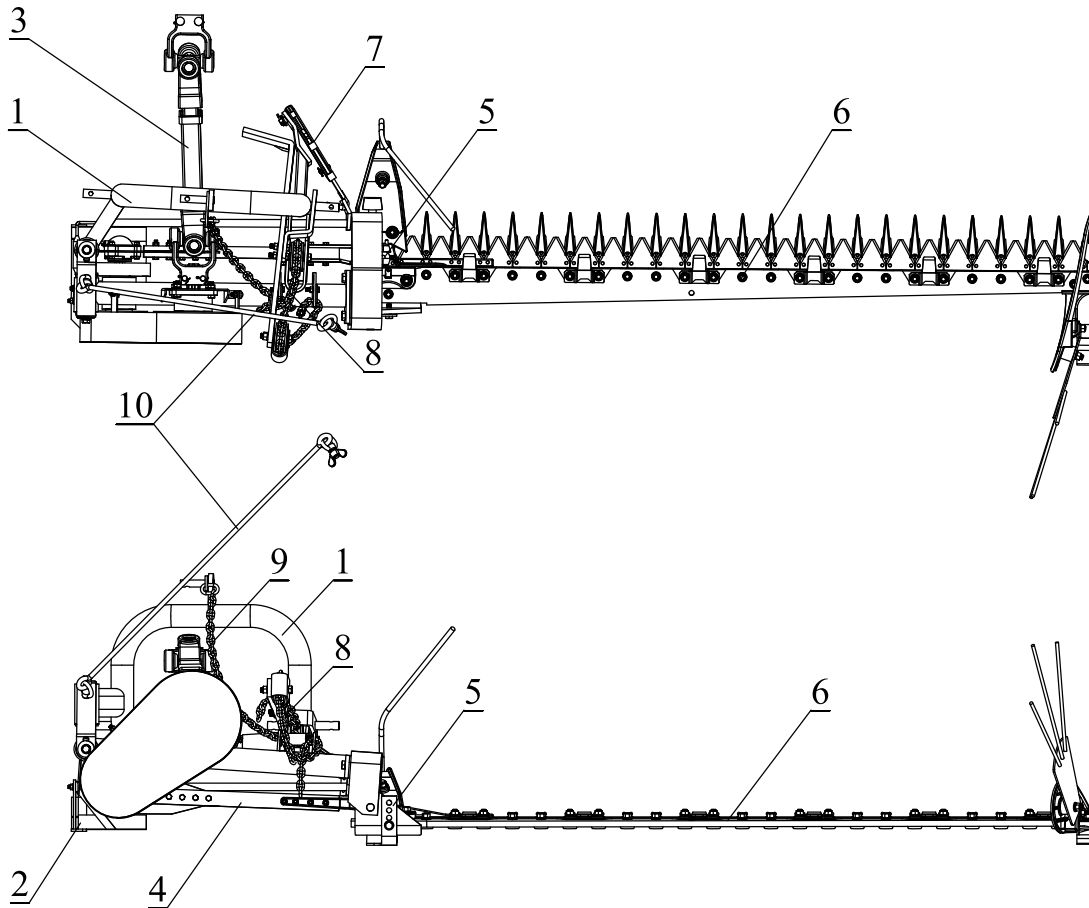
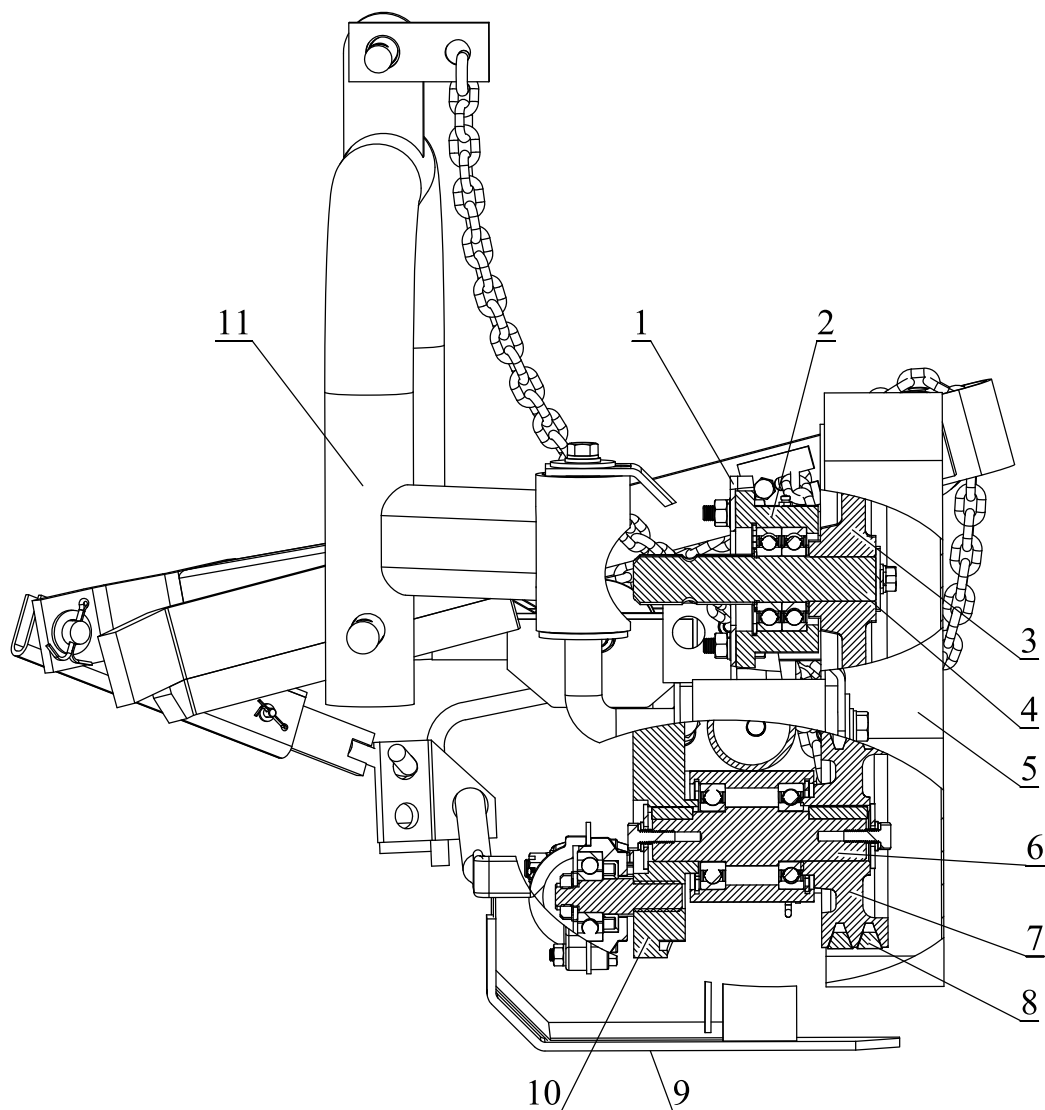

Рис. 1. Общий вид косилки.
Рис. 2. Рама с приводом.
Косилка СКАУТ 9G (рис. 1) состоит из рамы с приводом (1), режущего аппарата (6), цепи и механизма подъема (8), цепи рабочего положения (9), тяговой штанги (7), шатуна (4), карданной передачи (3), защиты эксцентрика (2), распорки (7) и транспортного прута (10).
Рама с приводом (рис. 2) предназначена для присоединения косилки к навесному устройству трактора и преобразования вращательного движения вала приема мощности в возвратно-поступательное движение шатуна.
Вращательное движение от ведущего шкива (3) через клиновые ремни (8) передается ведомым шкивом (7) на ведомый вал (6). На передней части вала (6) установлен эксцентрик (10), предназначенный для преобразования вращательного движения вала в возвратно-поступательное движение шатуна (рис. 1, поз. 4) и уравнивания, возникающих от массы шатуна и ножа инерционных сил. Натяжение ременной передачи осуществляется смещением втулки вала приема мощности (2) в прорезях кронштейна (рис. 2, поз. 1). Ременная передача закрыта кожухом (5) закрепленным на раме болтами.
При переездах режущий аппарат фиксируется в поднятом положении транспортным прут (9) (рис. 1).
Механизм подъема (рис. 1) режущего аппарата состоит из системы рычагов и цепей. Отрегулируйте цепь рабочего положения (9) таким образом, чтобы добиться оптимального угла между шатуном и режущим аппаратом.
Тяговая штанга (рис. 1, поз. 7) служит для соединения режущего аппарата с рамой косилки. Тяговая штанга может быть установлена в двух положениях, изменяя тем самым угол атаки ножей.